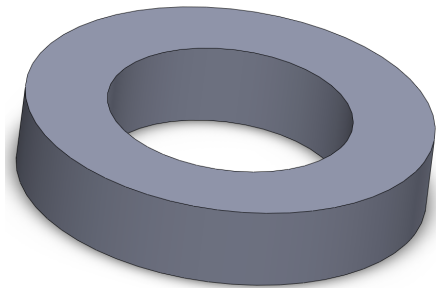

图 1-36 打开素材模型
(1) 单击常用工具栏中的【打开】按钮，打开一幅素材模型，如图 1-36 所示。